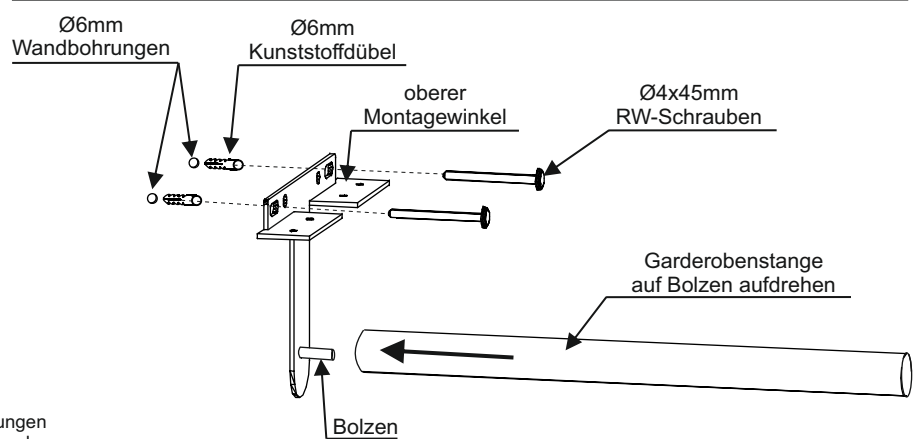

Abb. 3
- Montieren Sie anschließend den oberen- und unteren Montagewinkel mit den  $\text{\O}6\text{mm}$  Kunststoffdübel und den  $\text{\O}4 \times 45\text{mm}$  RW-Schrauben. (Abb. 3 / 4)
9. Montieren Sie die Garderobenstange an dem Bolzen des oberen Montagewinkel. (Abb.3)